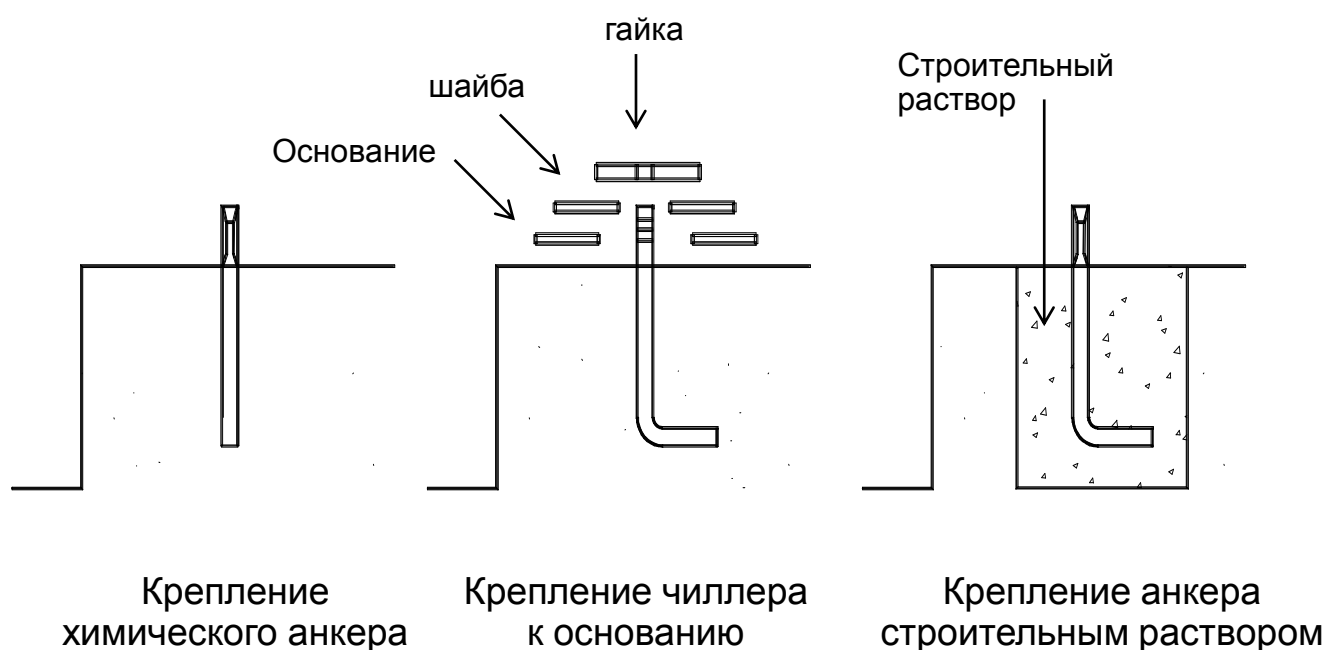

Рисунок 4. Рекомендации по креплению к основанию
- 7) Абсорбционный чиллер нормально работает даже, если он не закреплен на поверхности из-за своего большого веса. В тоже время, при необходимости, можно использовать один из рекомендованных способов крепления показанных на рис. 4.